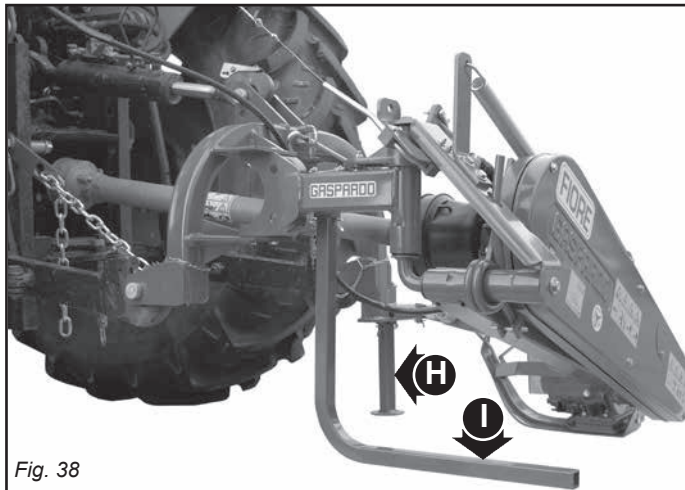

Fig. 38
- **Es anschließend in einem geschützten Raum aufstellen, wo es für „nbefugte nicht zugänglich ist. Die Mähmaschine muß auf ebenem und kompakten Boden abgestellt und mit den Standbeinen (H-I, Abb. 38) abgestützt werden.**